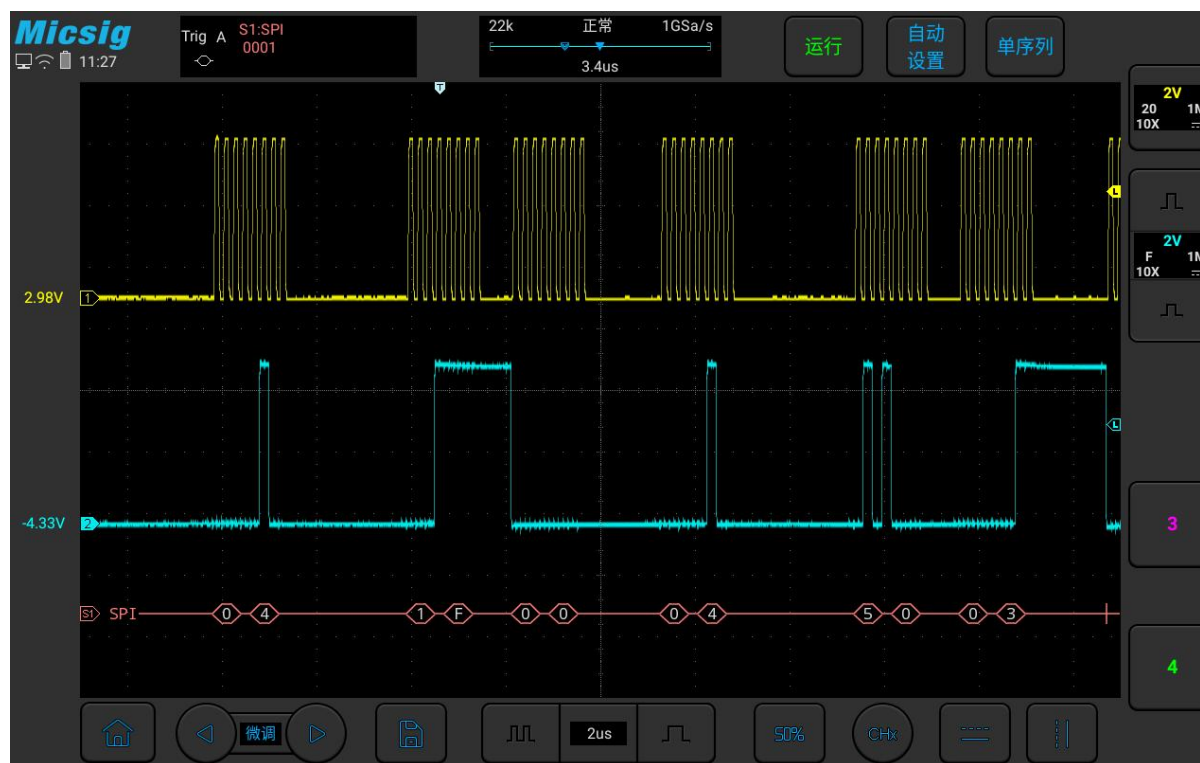

图 11-20 SPI 图形界面
(3) 打开触发设置菜单，触摸屏上点按数据，使用虚拟软键盘设置要匹配的数据为“0001”；
(4) 依据信号幅值调节 2 个通道阈值电平； SPI 触发图形界面见图 11-20：